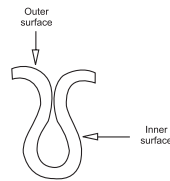

FIG. 2
- After this, the test tube is curved in the opposite way until outside surfaces get to touch one another (see Fig. 2).
- Plus tard, on courbe l'éprouvette dans le sens inverse jusqu'à ce que les surfaces extérieures se touchent (voir figure 2).